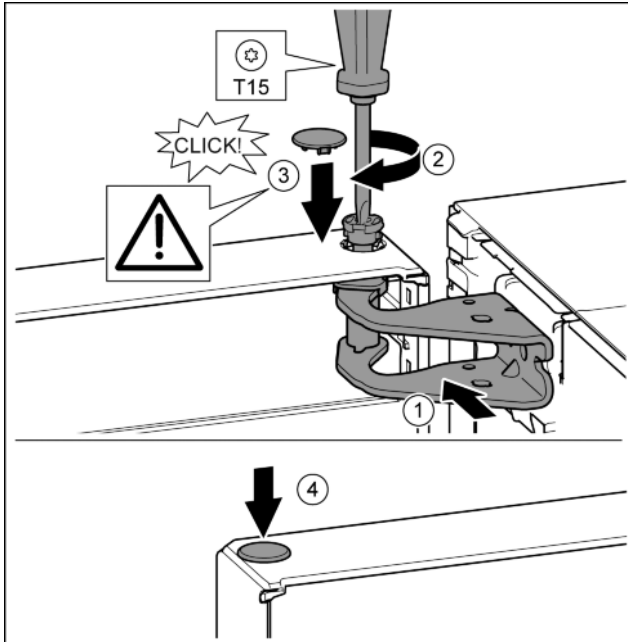

Fig. 24
- ▶ Tür oben zur Öffnung im Lagerbock ausrichten. *Fig. 24 (1)*
- ▶ Bolzen einsetzen und mit Schraubendreher T15 festschrauben. *Fig. 24 (2)*
- ▶ Sicherungsabdeckung zur Sicherung der Tür montieren: Sicherungsabdeckung einsetzen und kontrollieren ob sie auf der Tür aufliegt. Ansonsten Bolzen vollständig einsetzen. *Fig. 24 (3)*
- ▶ Stopfen einsetzen. *Fig. 24 (4)*